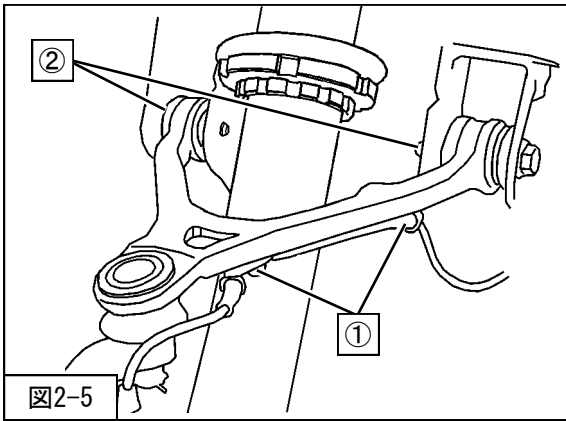

図2-5
5. ②アッパーアーム取付ボルト（締付トルク：103N・m）を取付けてください。（図2-5）
6. ①ホイールセンサコード取付ボルト（締付トルク：9.8N・m）を使用して、アッパーアームにホイールセンサコードを取付けてください。（図2-5）